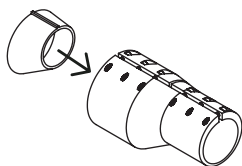

Figura 1
2. Coloque el **accesorio de acople** dentro del **acople**. Alinee la pestaña de ubicación del inserto en la ranura del acoplador. **Vea la Figura 1.**